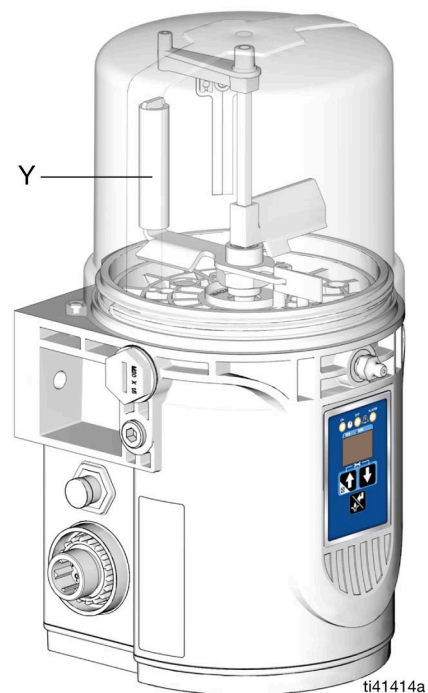

FIG. 21
1. Collegare il tubo flessibile di riempimento al raccordo di riempimento d'ingresso Zerk (E) (FIG. 21).